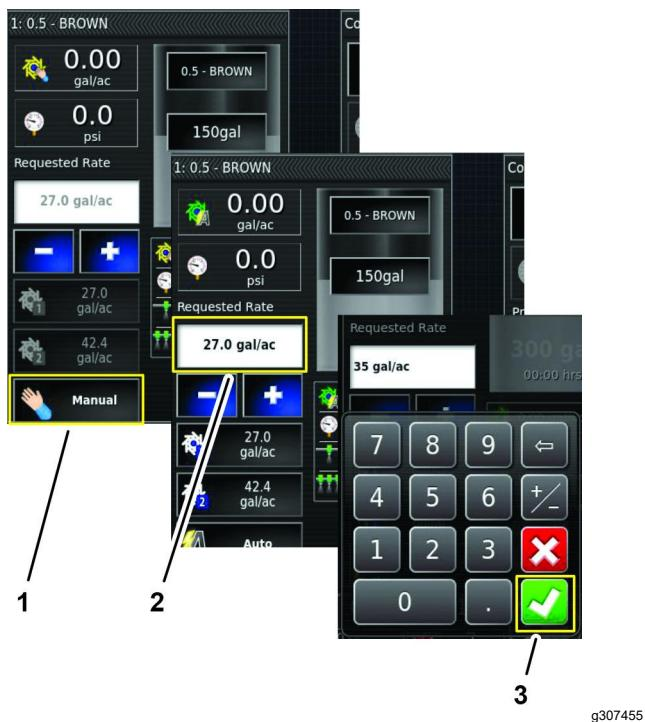

Figure 167
2. Appuyez sur l'icône MODE MANUEL pour mettre le contrôleur de débit en mode manuel (Figure 167).
8. Au besoin, appuyez sur l'icône DÉBIT DEMANDÉ et saisissez un débit pour les buses actives avec le clavier virtuel (Figure 167).